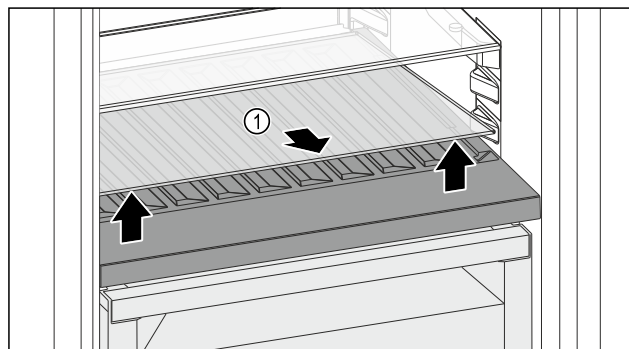

Fig. 142
- ▶ Skorистайтесь пазом спереду, щоб підняти скляну полицю Fig. 142 (1) і вийняти її.
- ▶ Безпечно зберігайте скляну полицю Fig. 142 (1) за межами пристрою.